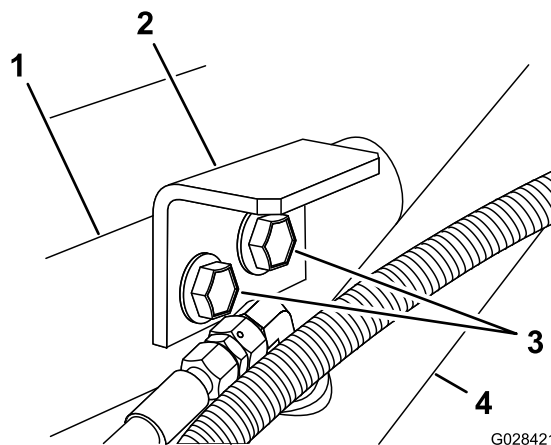

Figura 7
3. Asamblai suporturile de fixare pentru a susține consola i cadrul, folosind cele 2 uruburi cu guler i contrapiuliile cu guler demontate la pasul 1 (Figura 7).